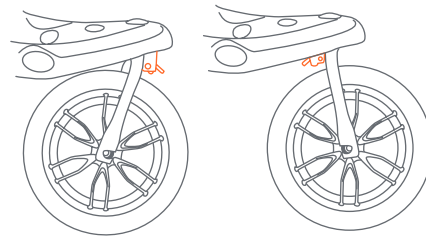

Fig. 12a
- 12) • La rueda delantera están equipadas con un mecanismo de bloqueo de giro y enganchar hacia adelante o hacia atrás (Fig. 12a).